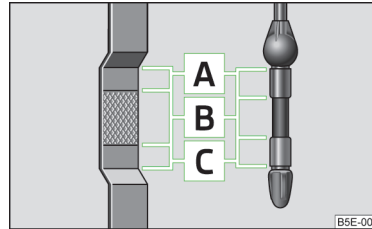

Abb. 166
- Liegt der Ölstand oberhalb des Bereichs A » Abb. 166 auf Seite 196,  nicht weiterfahren! Den Motor abstellen und die Hilfe eines Fachbetriebs in Anspruch nehmen.
Der Ölmesstab zeigt den Motorölstand an » Abb. 166.
Der Ölstand darf keinesfalls oberhalb des Bereichs **A** » Abb. 166 liegen - es besteht die Beschädigungsgefahr der Abgasanlage!